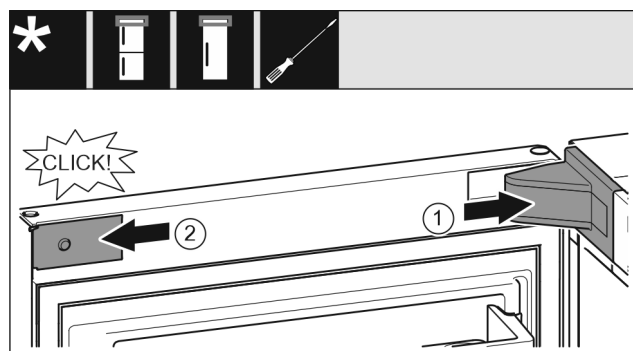

Fig. 28
- Mettre en place le cache du support de palier Fig. 28 (1) et l'enclencher. Au besoin, l'écarter avec précaution.
- Placer le cache Fig. 28 (2) sur le côté et l'enclencher.